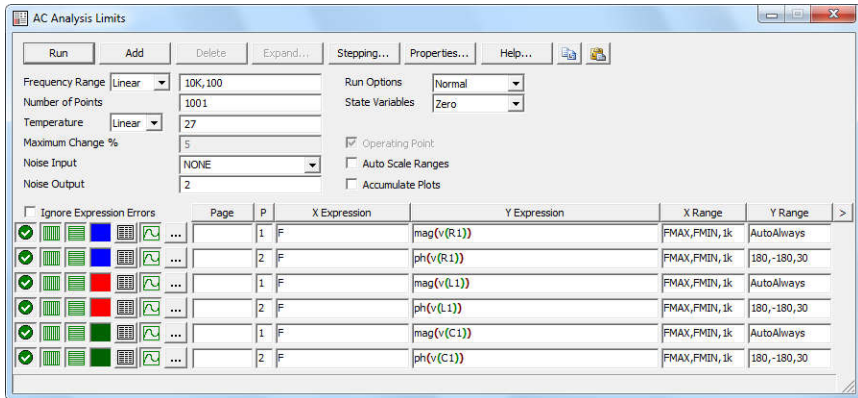

Рис. 2.2. Окно расчета частотных характеристик
2.3. Запустите анализ частотных характеристик – **Analysis**→**AC...** (Alt+2). Выставьте параметры расчета частных характеристик как указано на рис. 2.2. Запустите расчет частотных характеристик, нажав кнопку **Run** (рис. 2.2).
2.5. Запустите варьирование параметров, нажав кнопку **Stepping...** (F11) в окне анализа частотных характеристик (рис. 2.2). В открывшемся